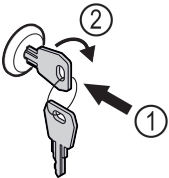

Fig. 114
- ▶ Вдавити ключ Fig. 114 (1).
- ▶ Повернути ключ на 90° за годинниковою стрілкою Fig. 114 (2).